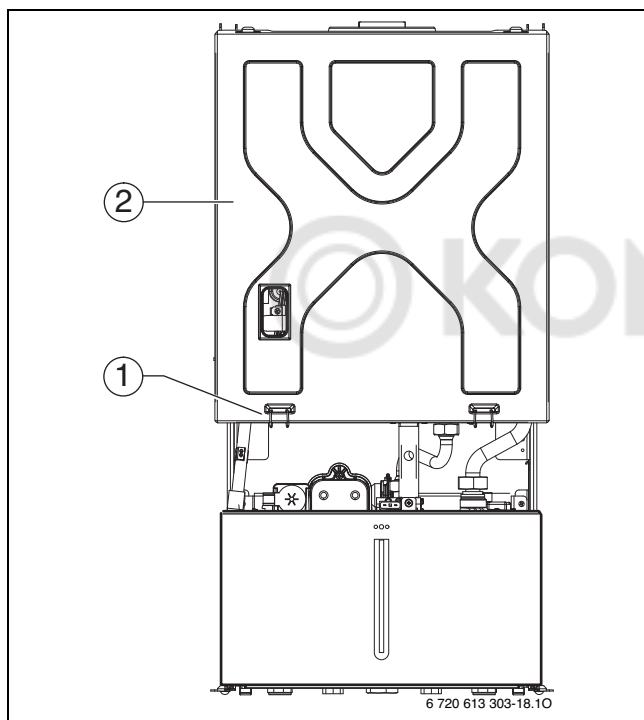

Рис. 55 Открывание воздушной камеры
- ▶ Удалить две скобы (1) и крышку воздушной камеры (2) снять движением вверх (→ рис. 55).